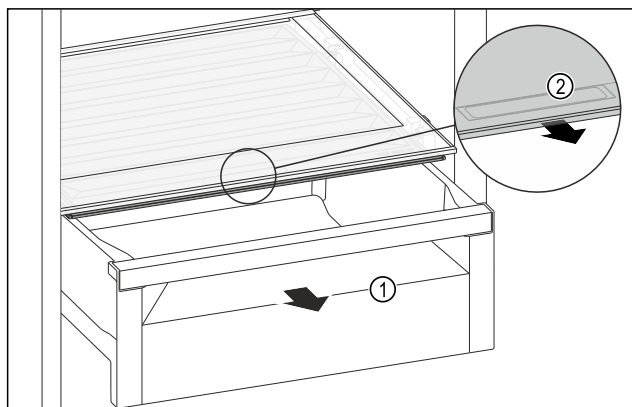

Fig. 124
- ▶ Vytiahnite zásuvku Fig. 124 (1).
- ▶ Uchopte priehľbinu na rukoväť Fig. 124 (2) na veko zásuvky a súčasne ťahajte veko zásuvky dopredu.